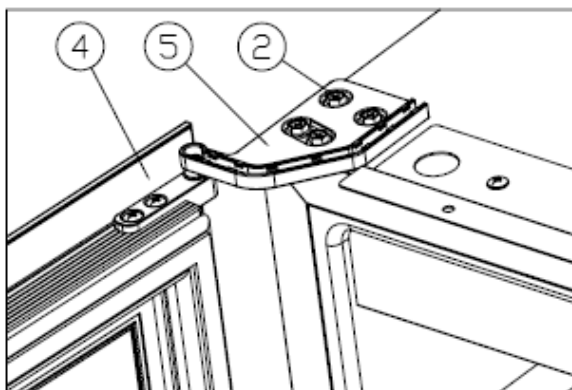

Figure 6
- Tournez la porte (4) à 180 degrés et insérez la charnière supérieure droite (5), serrez les vis. [Figure 6]